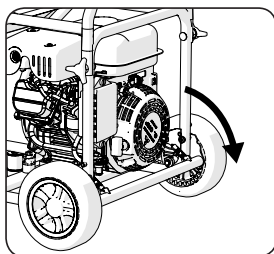

Fig 7
- Bloccare le ruote di movimentazione con il freno della ruota. (**Fig.7**)